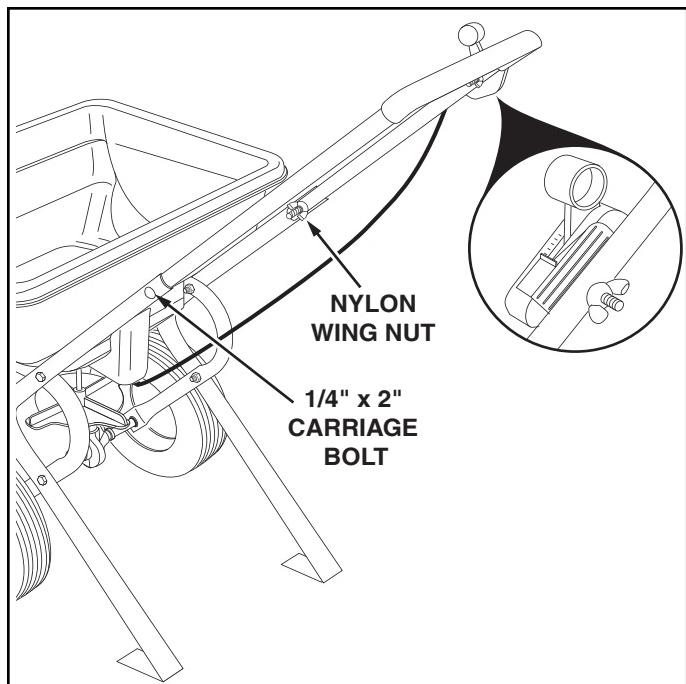

FIGURE 1
1. Fixez la poignée tubulaire sur les pieds tubulaires en utilisant les deux boulons de carrosserie de 1/4 po. x 2 po. et deux écrous à oreilles en nylon. Voir figure 1.
2. Fixez le câble de contrôle à la poignée tubulaire en utilisant un boulon de carrosserie de 1/4 po. x 2 po. et un écrou à oreilles en nylon. Voir figure 1.